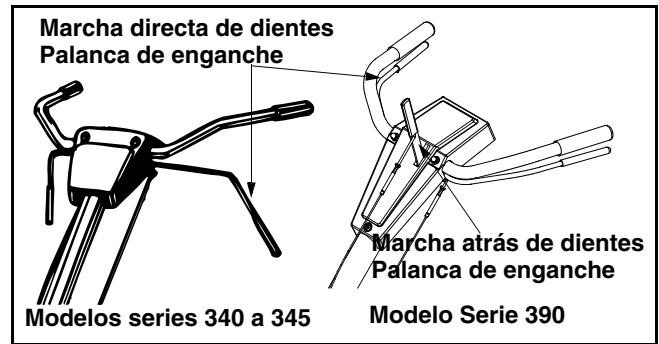

Figura 6
- Con la manija de enganche de los dientes en neutral (libre) como se muestra en la Figura 6, jale varias veces de la cuerda de arranque. **Los dientes no deben girar.** Si giran hacia adelante, afloje la tuerca hexagonal del cable de marcha directa (debajo de la unidad de la manija). Si giran hacia atrás (modelos de la serie 390 únicamente), afloje la tuerca hexagonal del cable de marcha atrás (encima de la unidad de la
manija). Desenrosque la varilla del cable 2 ó 3 vueltas. Vuelva a ajustar la tuerca, y a verificar los ajustes que correspondan. Vea la Figura 6.
- Asegúrese de que todos los controles están en posición neutral (suelos). Vea la Figura 6.